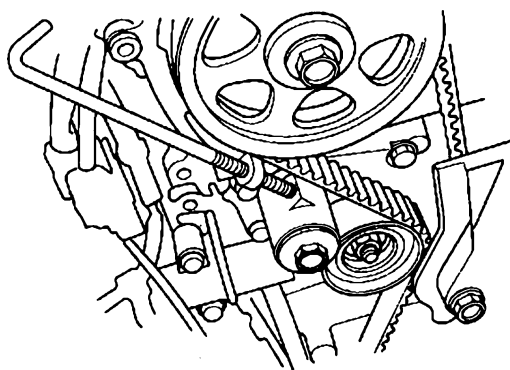

图 23-62 取下螺栓
- 7) 按照图 23-62 所示，从后盖上把固定正时带调节器的螺栓取下。